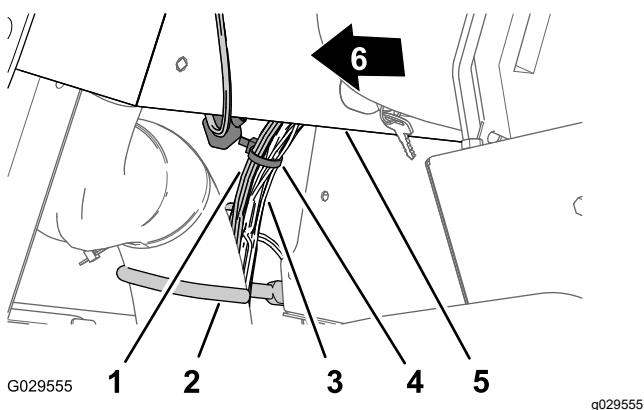

Figure 17
- 5. À côté du crochet de câble et de flexible, attachez la branche tableau de bord de 240 cm au faisceau de la machine avec un serre-câble (Figure 17).